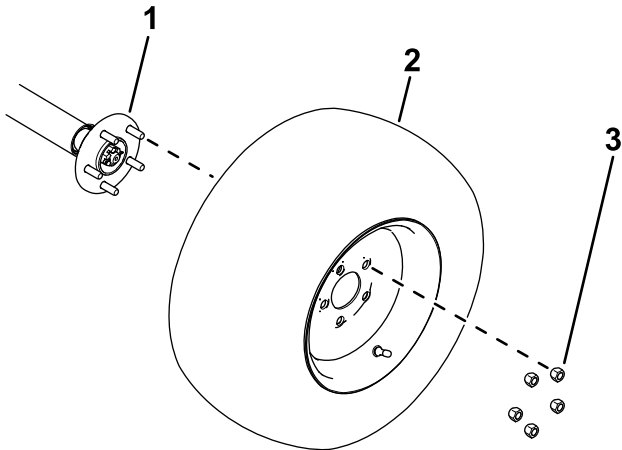

Figura 8
1. Utilice las tuercas que retiró anteriormente para sujetar las ruedas a los cubos de las ruedas (Figura 8).